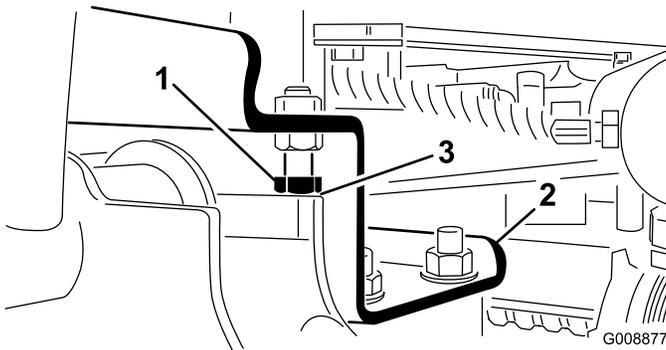

Figure 9
- A. Desserrez les boulons d'arrêt (Figure 9).
2. Vérifiez que l'écartement entre chaque bras de relevage et le boulon d'arrêt est de 0,13 à 1,02 mm (Figure 9). Si ce n'est pas le cas, réglez les boulons d'arrêt de manière à obtenir l'écartement voulu.